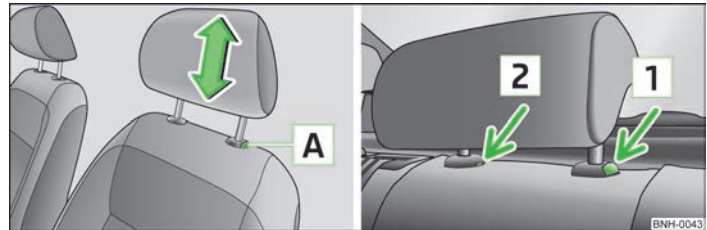

Abb. 35 **Kopfstütze: Einstellen / Ausbauen**
- Möchte man die Kopfstütze nach unten verschieben, dann die Sicherungstaste  » **Abb. 35** mit einer Hand drücken und gedrückt halten, und mit der anderen Hand die Kopfstütze nach unten drücken.
- › Die Sicherungstaste [A] » Abb. 35 drücken und die Kopfstütze herausziehen.
- › Die Sicherungstaste [1] » Abb. 35 drücken, gleichzeitig mit einem flachen Schraubendreher mit einer Breite von max. 5 mm die Sicherungstaste in der Öffnung [2] drücken und die Kopfstütze herausziehen.